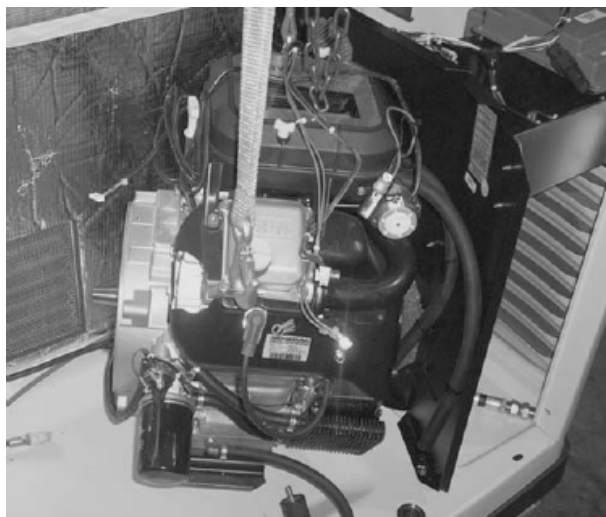

Рисунок 44
19. Снять двигатель с помощью надежного подъемного оборудования. Смотрите рисунок 44.